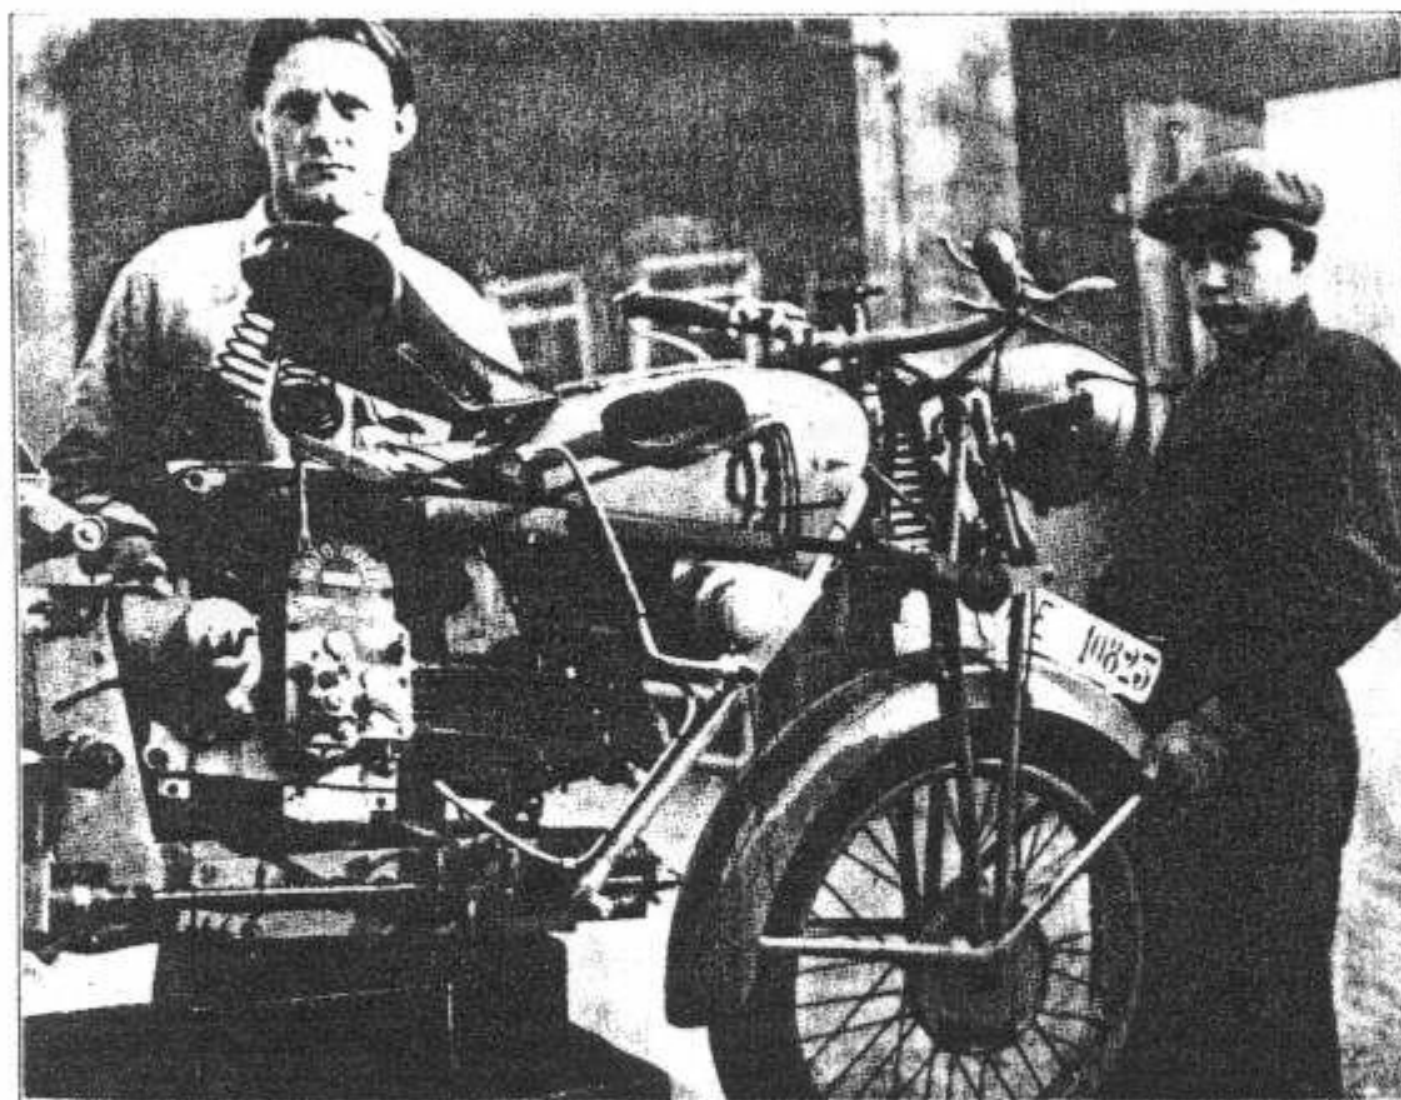

Fig. 18 - Vista del telaio aperto. Come si toglie il motore.
*Allentare* il dado che fissa questo tubo al filtro nel serbatoio dell'olio e ruotarlo verso l'alto come in fig. 18; ciò fatto serrare nuovamente il dado.